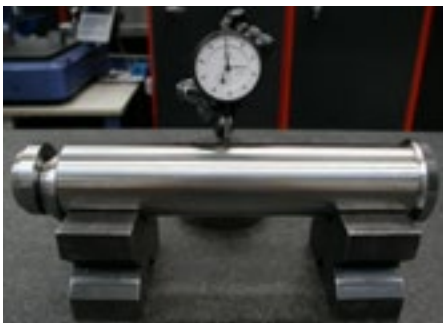

Fig.8
5.2 Mindestens alle 12 Monate eine Prüfung der Zylindrizität durchführen, um eventuelle permanente Deformationen (siehe **Fig.8**). Es ist ausreichend zu prüfen, ob der Tragbolzen im Inneren der Tragwange frei um seine Achse drehen kann.
5.3 Sollten die tragenden Seile / Ketten plötzlich reißen, mit daraus folgender Überbelastung der Tragbolzen und der Tragwangen, müssen diese auf Ihre Zylindrizität (siehe **Fig.8**) geprüft werden, um evtl. Deformationen auszuschließen. Bei Abweichungen, die größer als 0,3 mm sind, die jeweiligen Tragbolzen austauschen, die Befestigungsschrauben austauschen und prüfen, ob sie korrekt gemäß der Tabelle in dieser Betriebs- und Instandhaltungsanleitung angezogen sind.
5.4 Nach unvorhergesehenen Stößen in den Anschlagbereichen während des Hebens/Bewegens/Wendens müssen die Tragbolzen auf Ihre Zylindrizität geprüft werden, um evtl. Deformationen auszuschließen. Bei Abweichungen, die größer als 0,3 mm (siehe **Fig.8**) sind, die jeweiligen Tragbolzen austauschen. Die Tragwangen einer Sichtkontrolle unterziehen, um eventuelle Deformationen auszuschließen bzw. sie bei Bedarf austauschen, die Befestigungsschrauben austauschen und prüfen ob sie korrekt, gemäß der Tabelle in dieser Betriebs- und Instandhaltungsanleitung, angezogen sind.